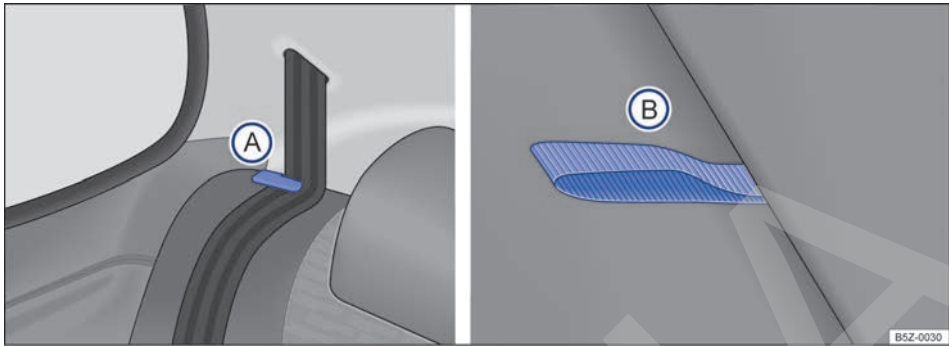

Fig. 77 Asiento trasero: posicionador para las bandas de los cinturones (A); manija para desbloqueo del respaldo (B).
- Encaje las bandas de los cinturones de seguridad en sus respectivos posicionadores ⇒ **fig. 77 (A)**.
- Tire de la manija roja ⇒ **fig. 77 (B)** para desbloquear la fijación del respaldo del asiento y al mismo tiempo, tire el respaldo sobre el asiento, hasta bloquearlo.
- Retire las bandas de los cinturones de seguridad de los posicionadores ⇒ fig. 77 A. Para los vehículos con cinturones de tres puntos fijos, vuelva a colocar las lengüetas en los cierres correspondientes.